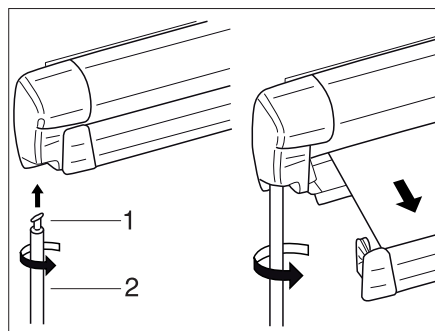

Fig. 39 Toldillo
- Colgar el gancho (Fig. 39,1) de la varilla de manivela (Fig. 39,2) en la argolla de engranaje y girar en 90°.